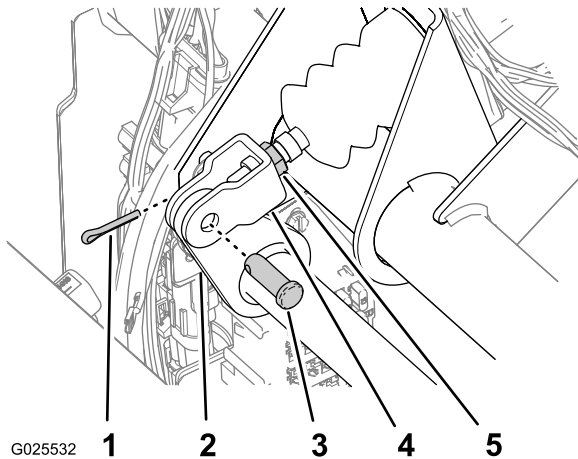

Figura 76
2. Rimuovete la coppiglia e il perno che fissano la forcella del cilindro principale al perno del pedale del freno (**Figura 76**).
4. Allentate i controdadi che fissano la forcella all'albero del cilindro principale (**Figura 76**).
5. Regolate la forcella fino a quando i suoi fori non sono allineati al foro sul perno del pedale del freno (**Figura 76**).
6. Fissate la forcella al perno del pedale per mezzo del perno e della coppiglia (**Figura 76**).
7. Serrate il controdado per fissare la forcella all'albero del cilindro principale (**Figura 76**).